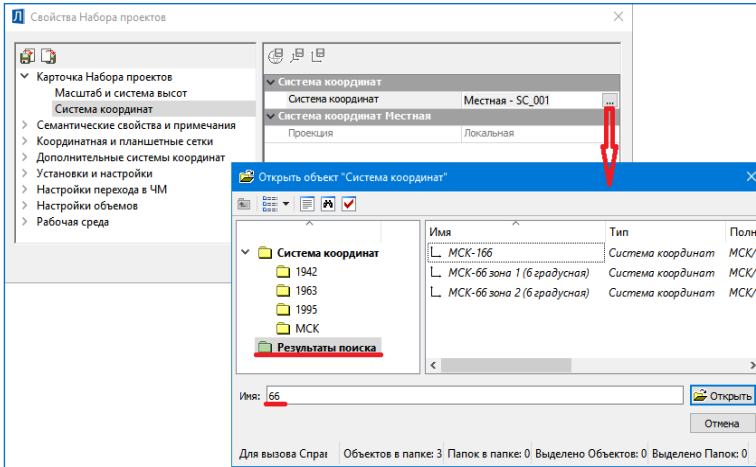

Рис. 3.15
3. **Систему координат (СК)** Набора проектов при необходимости можно заменить, выбирая её из перечня в диалоге **Открыть объект «Система координат»** (рис. 3.15).
применяется команда **Установки/ Системы координат и веб-карты**. Она открывает редактор для корректировки и создания новых СК. Затем измененную СК можно выбрать в настройках СНП (рис. 3.15).